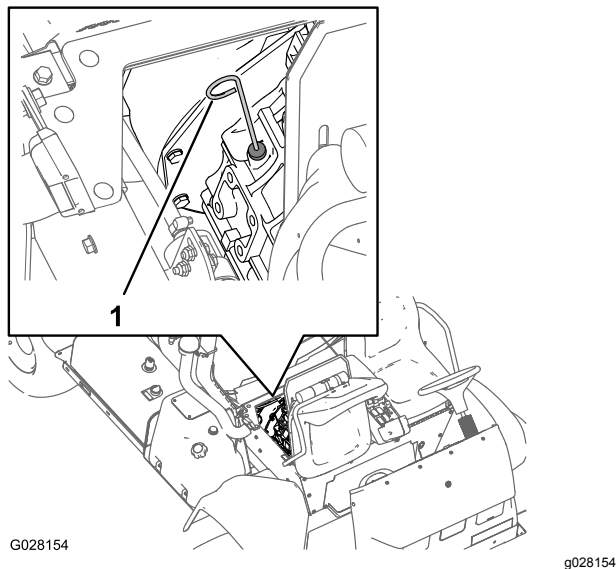

Bild 68
2. Nehmen Sie den Peilstab heraus, der sich unter dem Fahrersitz befindet, und wischen Sie ihn mit einem sauberen Lappen ab (Bild 68).